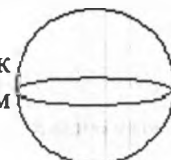

Рис. 2
9. Два круговых проводника расположены перпендикулярно друг другу, как показано на рис. 2. Будет ли возникать индукционный ток в горизонтальном проводнике при изменении тока в вертикальном проводнике?